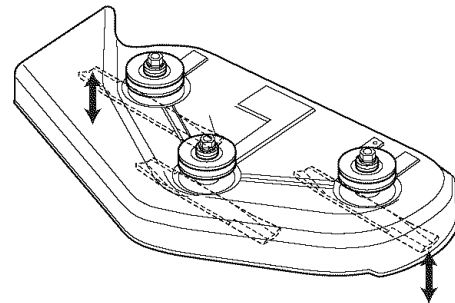

Figura 36. Orientar las Aspas de un Lado a Otro
4. Ajuste la altura de corte a posición media. Coloque las aspas de la podadora de modo que apunten de un lado a otro (Figura 36).